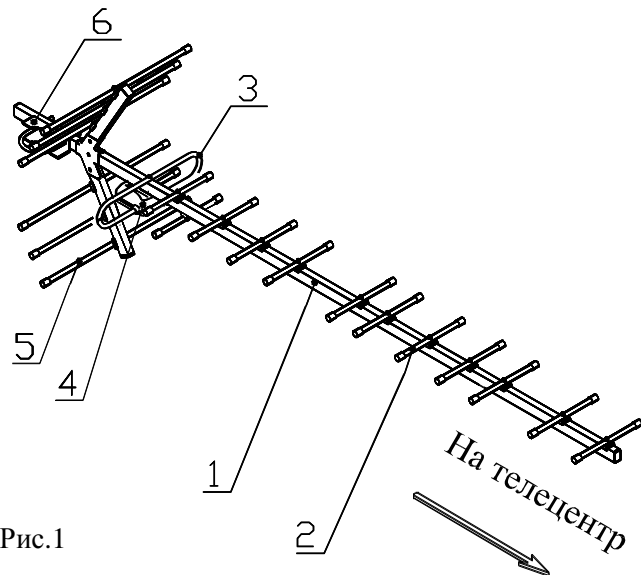

Рис.1
- 2.1. Общий вид антенны приведен на рис.1.